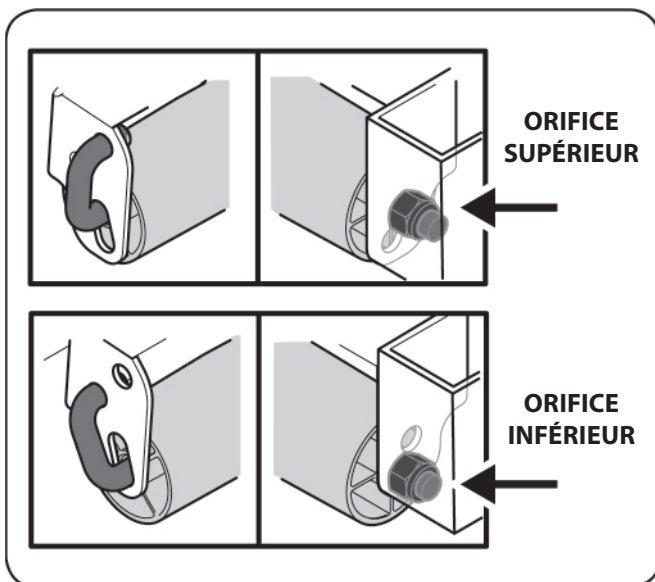

Figure 1-8
5. Le galet peut être ajusté à deux hauteurs différentes. Pour changer la hauteur de la trousse du traceur, retirez le contre-écrou et faites glisser la goupille suffisamment loin pour la faire passer à la hauteur souhaitée du côté droit du support. Sécurisez l'extrémité à crochet de la goupille et installez le contre-écrou pour le verrouiller en position. Consultez la Figure 1-8.